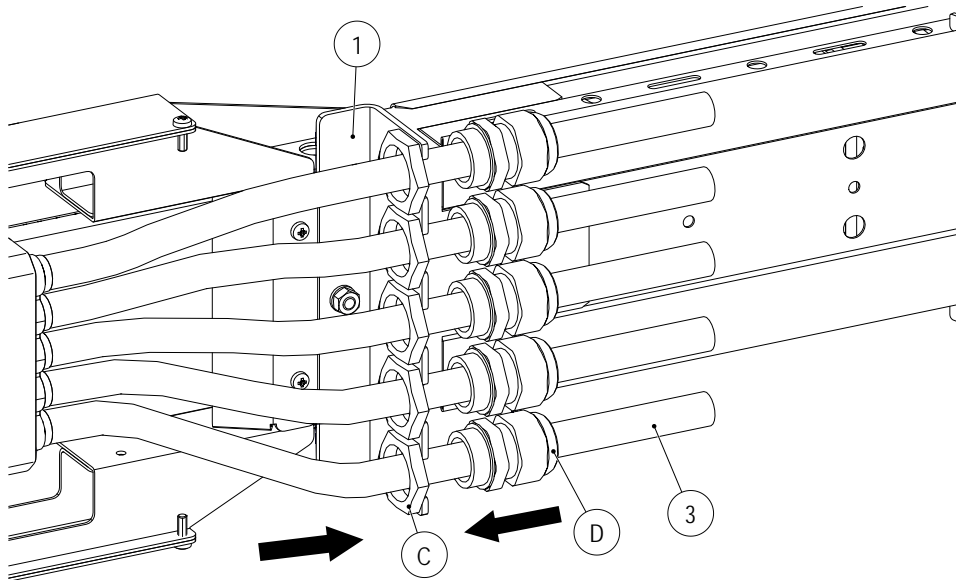

Abb. 76: Die Anschlussleitungen (3) am Zugentlastungsblech (1) verschrauben
6. Die Anschlussleitungen (3) mithilfe der Verschraubungen (D) und ihren Gegenmuttern (C) am Zugentlastungsblech (1) befestigen (siehe Abb. 76).